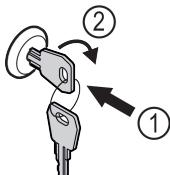

Fig. 120 Примерное изображение
- Вставьте ключ Fig. 120 (1).
- Поверните ключ на 90° по часовой стрелке Fig. 120 (2).